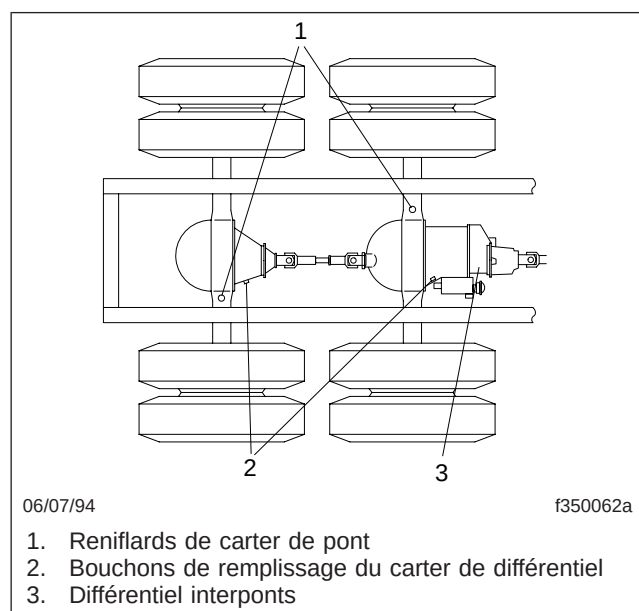

Fig. 6, Reniflards de carter de pont Meritor
5. Vérifiez le reniflard du carter de pont. Assurez-vous qu'il est ouvert et non obstrué. Voir la figure 6. Si le reniflard est bouché ou endommagé, nettoyez-le ou remplacez-le.